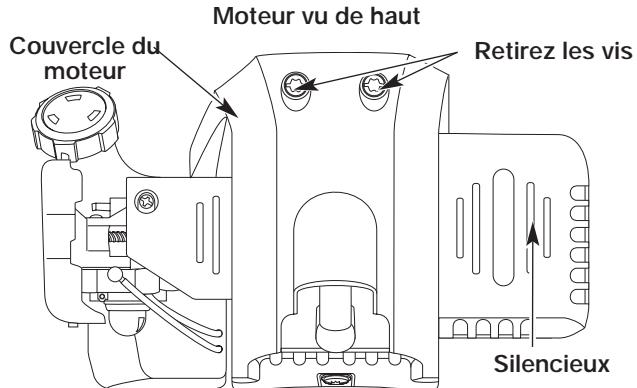

Figure 51
2. Enlevez les deux vis (2) du haut du couvercle du moteur à l'aide d'un tournevis à lame plate ou T-25 (Fig. 51).
6. Déposez le couvercle du moteur (Fig. 51).